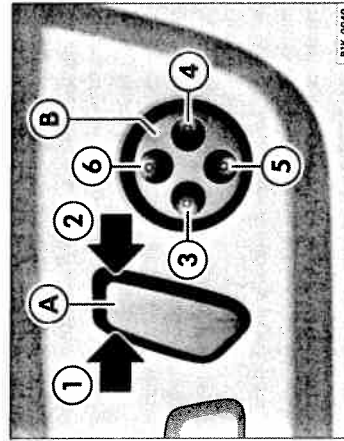

Fig. 64 De la comutatorul **A** se reglează spătarul și de la comutatorul **B**, suportul lombar
- Deplasați comutatorul ⇒ fig. 64 **A** în sensul indicat de săgeata ①, pentru a regla spătarul înspre spate.
- Deplasați comutatorul în sensul indicat de săgeata ②, pentru a regla spătarul în poziție verticală.
- De la comutatorul ⇒ fig. 64 **A** puteți regla înclinarea spătarului.